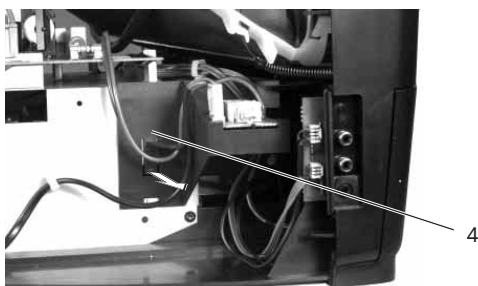
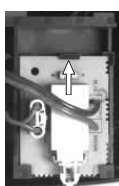

Fig. 3
Fig. 4
Rastnase (Fig. 3) lösen und Netzschalterplatte mit Halter (Pos. 4) abmontieren und Netzkabel freilegen.
- Achtung:** Nur bei einem Defekt auf der Netzschalterplatte die Rastnase lösen (Fig. 4) und Netzschalterplatte aus dem Halter nehmen.
Disengage the locking lug (Fig. 3), detach the mains switch panel and the holder (Fig. 4) and uncover the power supply cable.
- Attention:** Detach the locking lug (Fig. 4) and take out the mains switch panel from the holder only if the mains switch panel is defective.
- Attention:** When re-assembling the Power Chassis the spacers must be fitted (pos. 42, exploded view).